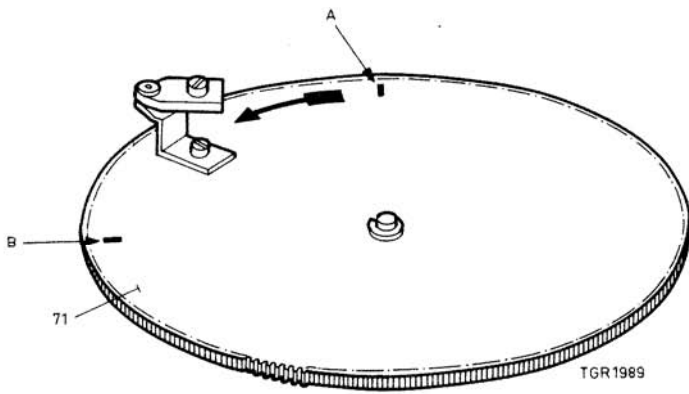

Fig. 18
#### Instelling van de grote commandoschijf pos. 71, zie fig. 18
Veer pos. 138 moet zodanig worden ingesteld, dat de sperhaak pos. 123 in de standen "weergave" en "rust", de grote com- mandoschijf respectievelijk op de markeerpunten A en B blokkeert ( $\pm 2$  tanden), zie fig. 18.